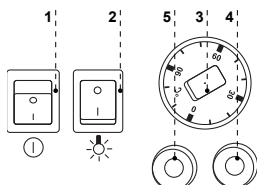

Abb.8 Steuerungspaneel
- Hauptschalter-Taste drücken Abb.8/1 (S.18), die elektrischen Heizelemente der Bain-Marie-Wanne werden eingeschaltet.
- Auf der Temperaturregelung Abb.8/3 (S.18) die Temperatur einstellen
- Nachdem die gewünschte Wassertemperatur erreicht worden ist, sollen die GN-Behälter mit den heißen Speisen beschafft werden Beleuchtungs-Taste drücken Abb.8/2 (S.18)
Das Bain-Marie ist mit Wasserstandregelung SPW-4 ausgestattet, die den Wasserstand in der Wanne regelt und überwacht. Dieser Regelung besitzt die Ton- und optische Signalisation Abb.8/4;5 (S.22) mit der den Bain-Marie-Betrieb hingewiesen ist. **Grüne Kontrolllampe** – weist auf die niedrige Wasserhöhe, Heizung aktiv – mit Wasser befüllen, bis die Kontrolllampe löscht hin.
Das Bain-Marie ist mit einer mechanischer Temperaturregelung ausgestattet. Die Temperaturfühler befindet sich in Bain-Marie-Wanne. Mit dem Drehschalter Abb.8/3 (S.18) für die Temperaturregelung kann die gewünschte Wassertemperatur in der Wanne eingestellt werden, indem der Drehschalter gedreht wird und in einer angemessener Stellung eingestellt wird. Durch das Drehen des Schalters im Uhrzeigersinn wird die eingestellt Temperatur erhöht, und durch das Drehen gegen Uhrzeigersinn wird diese abgemindert. Die Verdrehung des Drehschalters in die Endstellung führt zum Ausschalten der Heizelementen, obwohl die Versorgung eingeschaltet ist.